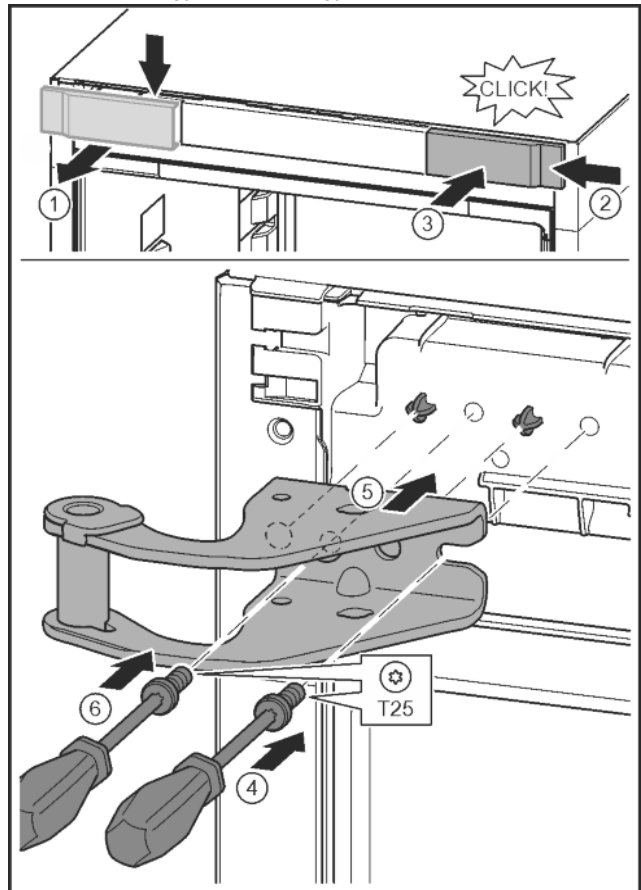

Fig. 13
- ▶ Oldja ki a fedelet, és oldalt vegye le. Fig. 13 (1)
- ▶ A fedelet 180°-kal elfordítva akassza be a másik oldalra jobbról. Fig. 13 (2)
- ▶ Pattintsa be a fedelet. Fig. 13 (3)
- ▶ T25 csavarhúzóval helyezze fel a csavarokat. Fig. 13 (4)
- ▶ Helyezze fel a felső csapágybakot. Fig. 13 (5)
- ▶ Húzza meg a csavart. Fig. 13 (4)
- ▶ A T25 csavarhúzóval helyezze be és húzza meg a csavart. Fig. 13 (6)